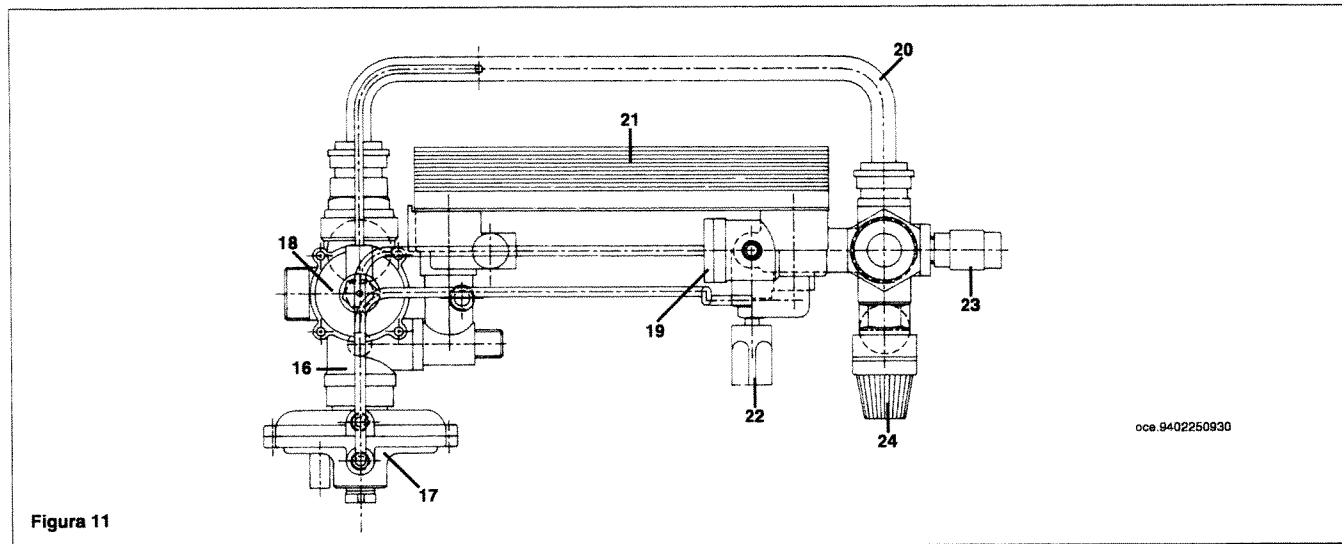

Figura 11
- svuotare l'impianto, se possibile limitatamente alla caldaia, mediante l'apposito rubinetto di scarico (23 figura 11 a pagina 22);
- vaciar la instalación, posiblemente sólo la caldera, por medio del especial grifo de desagüe (23 figura 11 en página 22);
- togliere i due tubetti di collegamento (figura 11 a pagina 22) tra il gruppo precedenza sanitario (17) ed il sensore di flusso (19);
- Quitar los dos tubos de conexión (figura 11 - página 22) entre el grupo de precedenza sanitario (17) y el sensor de flujo (19).
- Desenroscar la tuerca del grupo sensor de flujo (19).